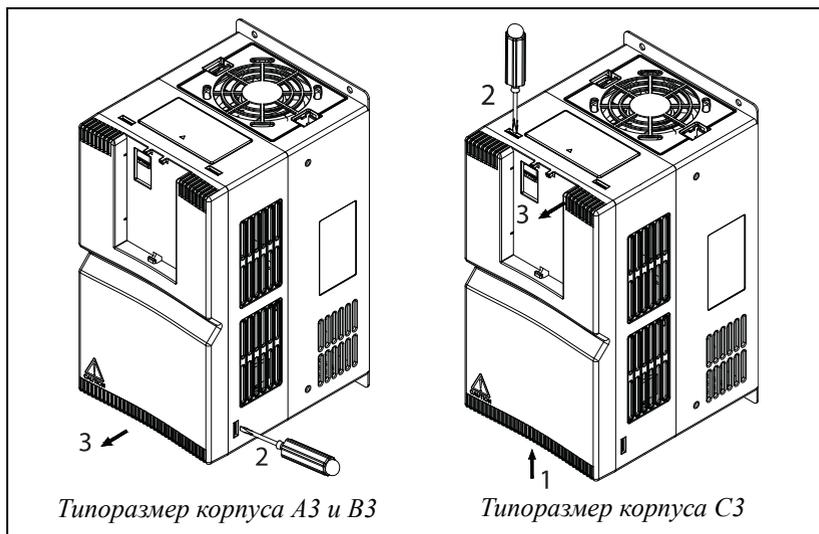

Рис. 7 Откройте крышку.
Ослабьте вручную невыпадающий винт (1) на Рис. 7. Крышка легко снимается после нажатия на быстроразъемные защелки в нижней части крышки при помощи плоской отвертки (2), потяните крышку, чтобы снять ее (3).